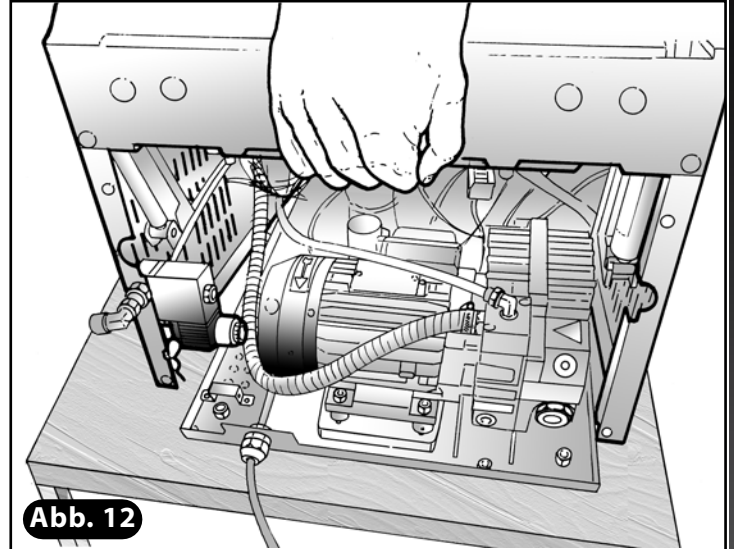

Abb. 12
- 18) Gehäuse auf den Sockel absenken, dabei auf richtige Positionierung achten (**Abb. 12**).